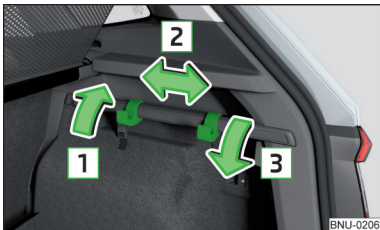

Abb. 140
- › Den Haken in Pfeilrichtung **1** nach oben klappen und in die gewünschte Position in Pfeilrichtung **2** verschieben » Abb. 140.